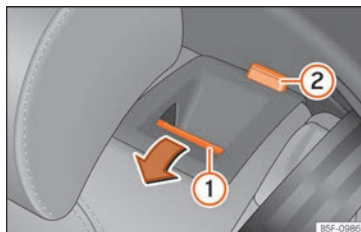

Fig. 161 En el respaldo del asiento trasero: tecla de bloqueo (1); marca roja (2).
- Tire de la tecla de desbloqueo » fig. 161 (1) hacia delante y, al mismo tiempo, abata el respaldo.
- El respaldo trasero está desbloqueado cuando se ve una marca roja en la tecla (2).
El respaldo trasero está desbloqueado cuando se ve una marca roja en la tecla » fig. 161 (2).